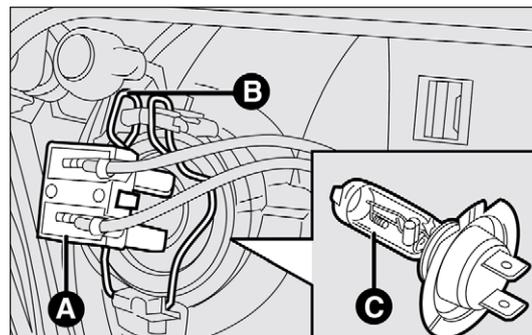

fig. 184
- scollegare il connettore elettrico A-fig. 184;